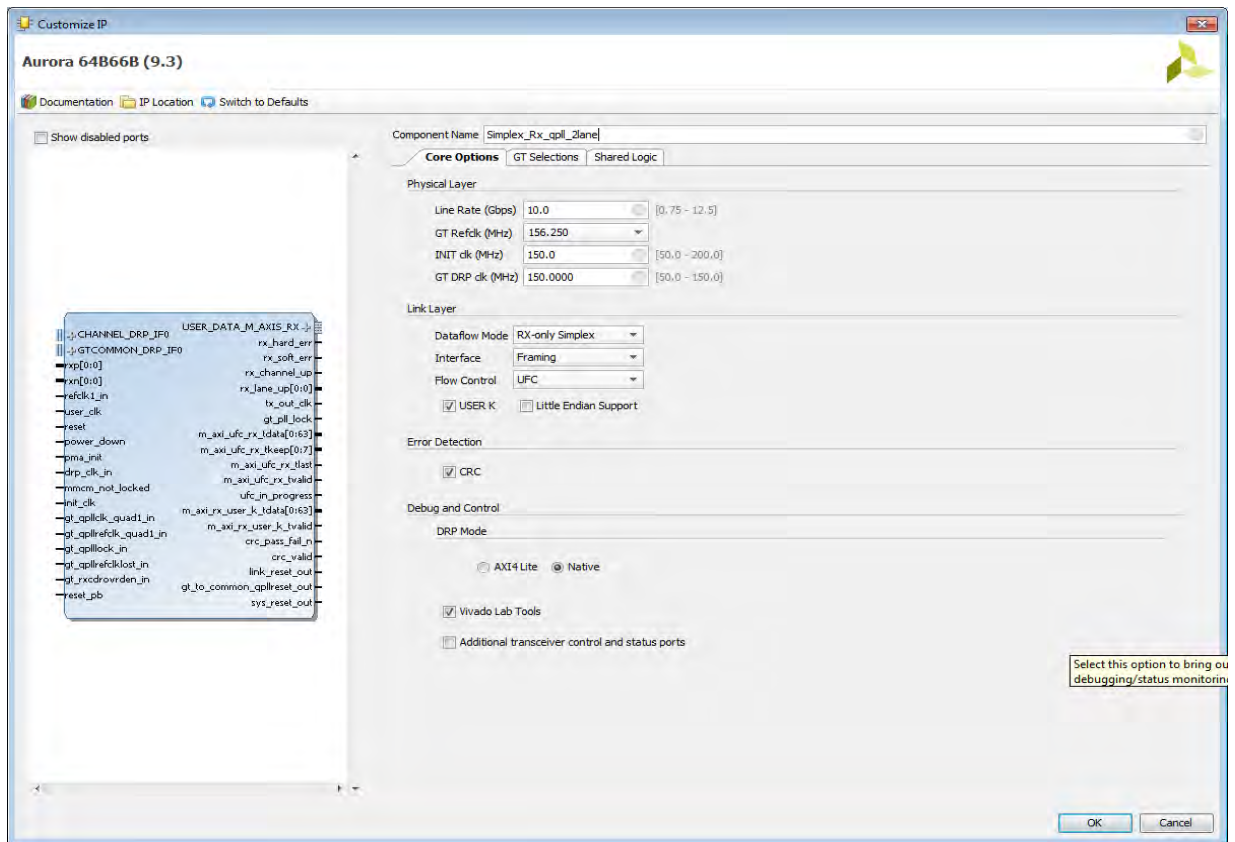

図 15 : Aurora 64B/66B コアを 2 レーン シンプレックス RX コアとして生成する場合の Vivado IDE の設定
4. 図 15 のようにコンフィギュレーション オプションを設定します。各オプションは、[Dataflow Mode] を除き 4 レーン TX デザインと同じ設定にしてください。